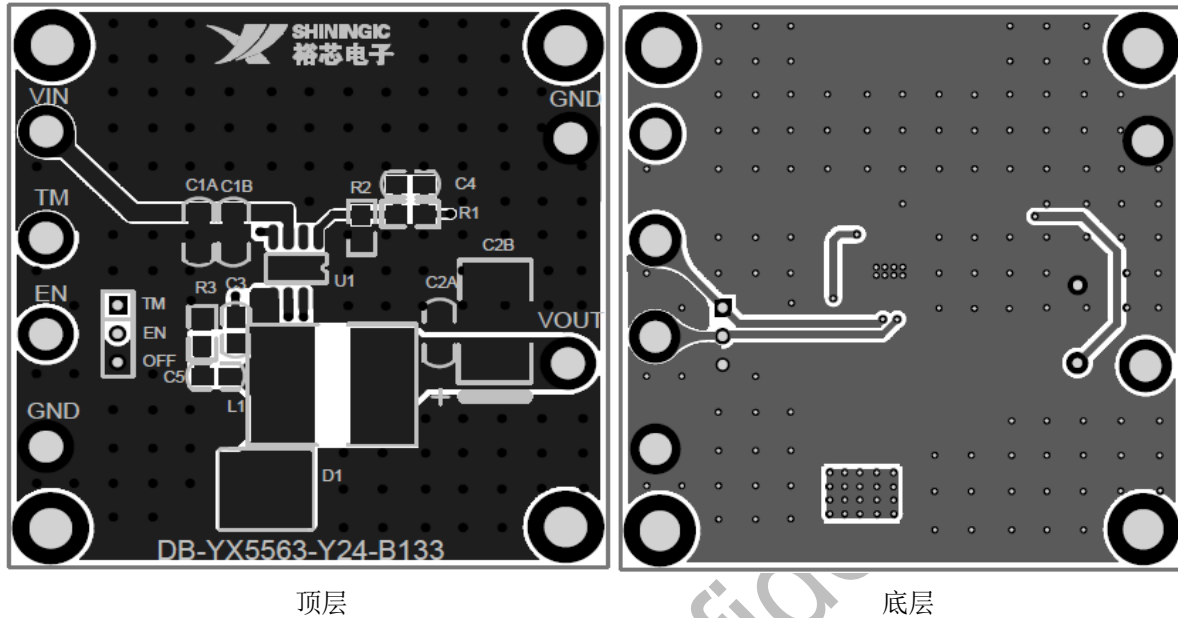

图 4: 推荐布局
6. 采用 2 盎司铜厚 PCB 板及 TO252 封装的肖特基二极管（MBR20100DT）可支持 60V 转 5V@2A 应用，请参考图 4